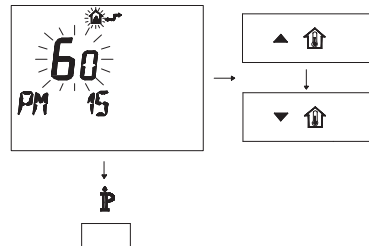

Figura 5.34
- Modificare il SET programmato agendo sui pulsanti ▲↑ o ▼↓ fino a visualizzare un **set di 60**, aspettare che il numero programmato cominci a lampeggiare (Figura 5.34).